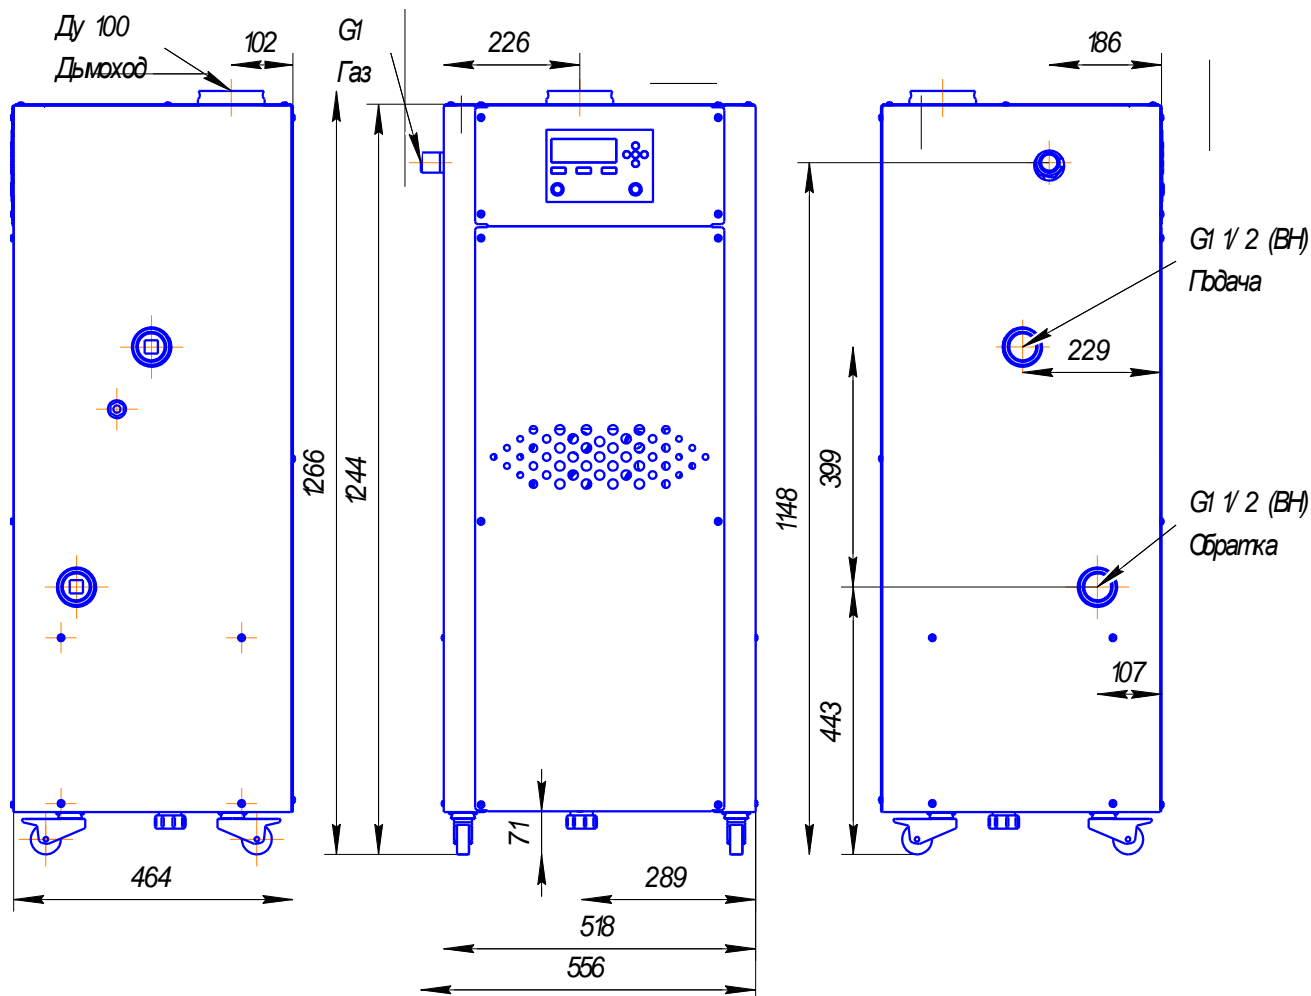

Рис. 1 Габаритные и присоединительные размеры
2.2. Габаритные, присоединительные размеры и подключения приведены на Рис.1